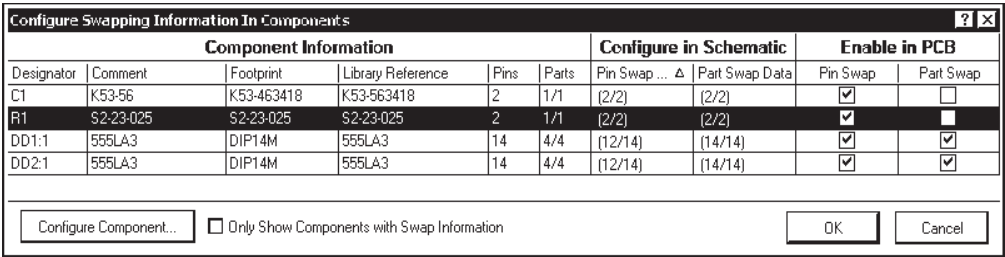
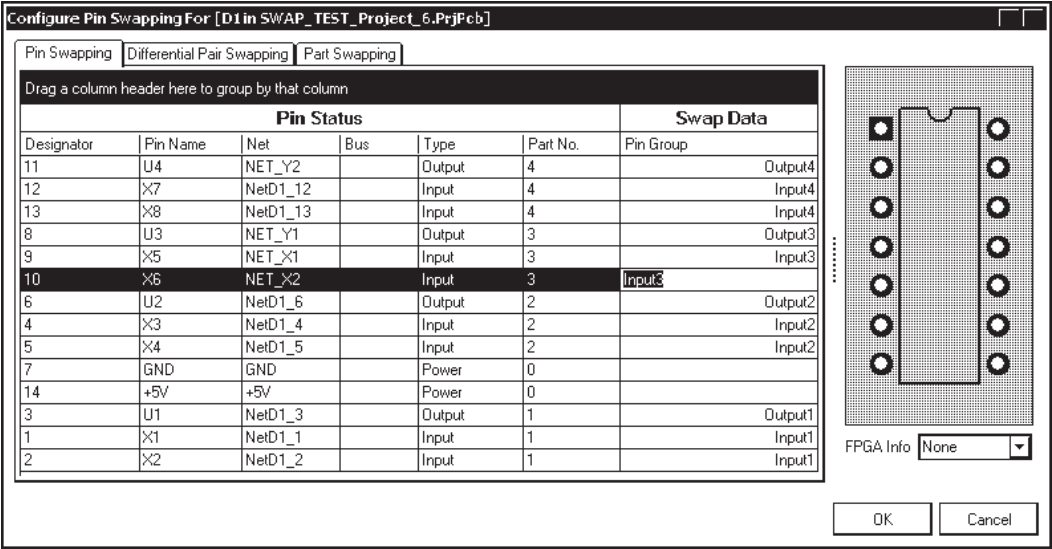

Рис. 7.3. Окно выбора компонента для перестановки связей
Рис. 7.6. Группирование логически эквивалентных выводов микросхемы: вкладка **Pin Swapping**
- Командой **Tools | Pin/Part Swapping | Configure** открыть окно выбора компонентов, подлежащих перестановкам (рис. 7.3). В колонках таблицы **Enable in PCB** (Разрешить в документе) установить флажки **Pin Swap** для всех компонентов схемы и **Part Swap** для обмена логическими вентилями микросхем DD1 и DD2.
4. Настроить конфигурацию для переключения логически эквивалентных вентилей микросхем DD1 и DD2. Для этого в диалоговом окне **Configure Swapping Information In Components** (см. рис. 7.3) указать курсором на компонент DD1:1 и щелчком на кнопке **Configure Component** открыть диалоговое окно образования групп контактов и вентилей выбранной микросхемы (рис. 7.6).